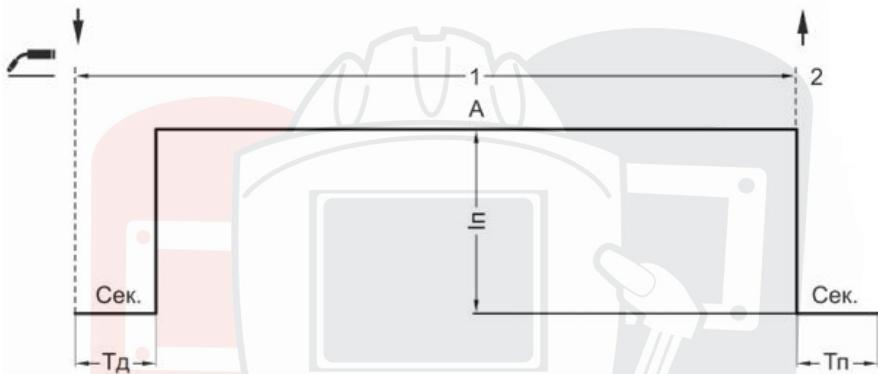

Рис. 7.5.1. Режим работы аппарата 2T.
**Двухтактный режим (2T)** рекомендуется использовать при длине сварочных швов до 200 мм (см. рис. 7.5.1).